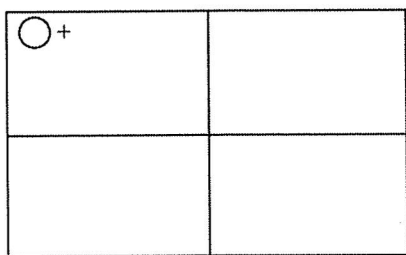
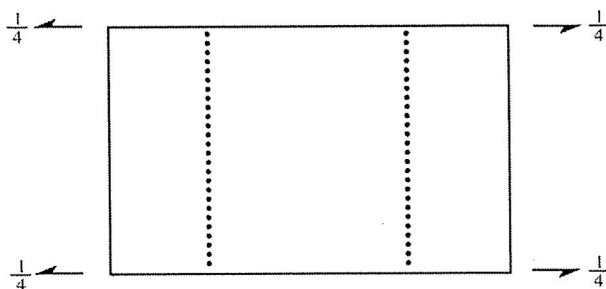

図3 同価点の配置
図4 対称要素の配置
(2) 下記の図3は空間群  $P2_1/c$  の同価位置の場所を表し、図4は同じ空間群の対称要素の配置を表す。図3と図4にそれぞれ同価位置と対称要素を追記して、これらの図を解答用紙に完成せよ。